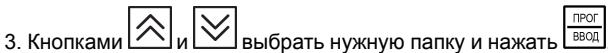

Рисунок 8.2 – Главное меню прибора
2. Нажать и удерживать **ВВОД** 2-3 секунды для входа в настройку. На ЦИ отобразится имя папки главного меню (см. *рисунок 8.2*), в которой сгруппированы параметры.